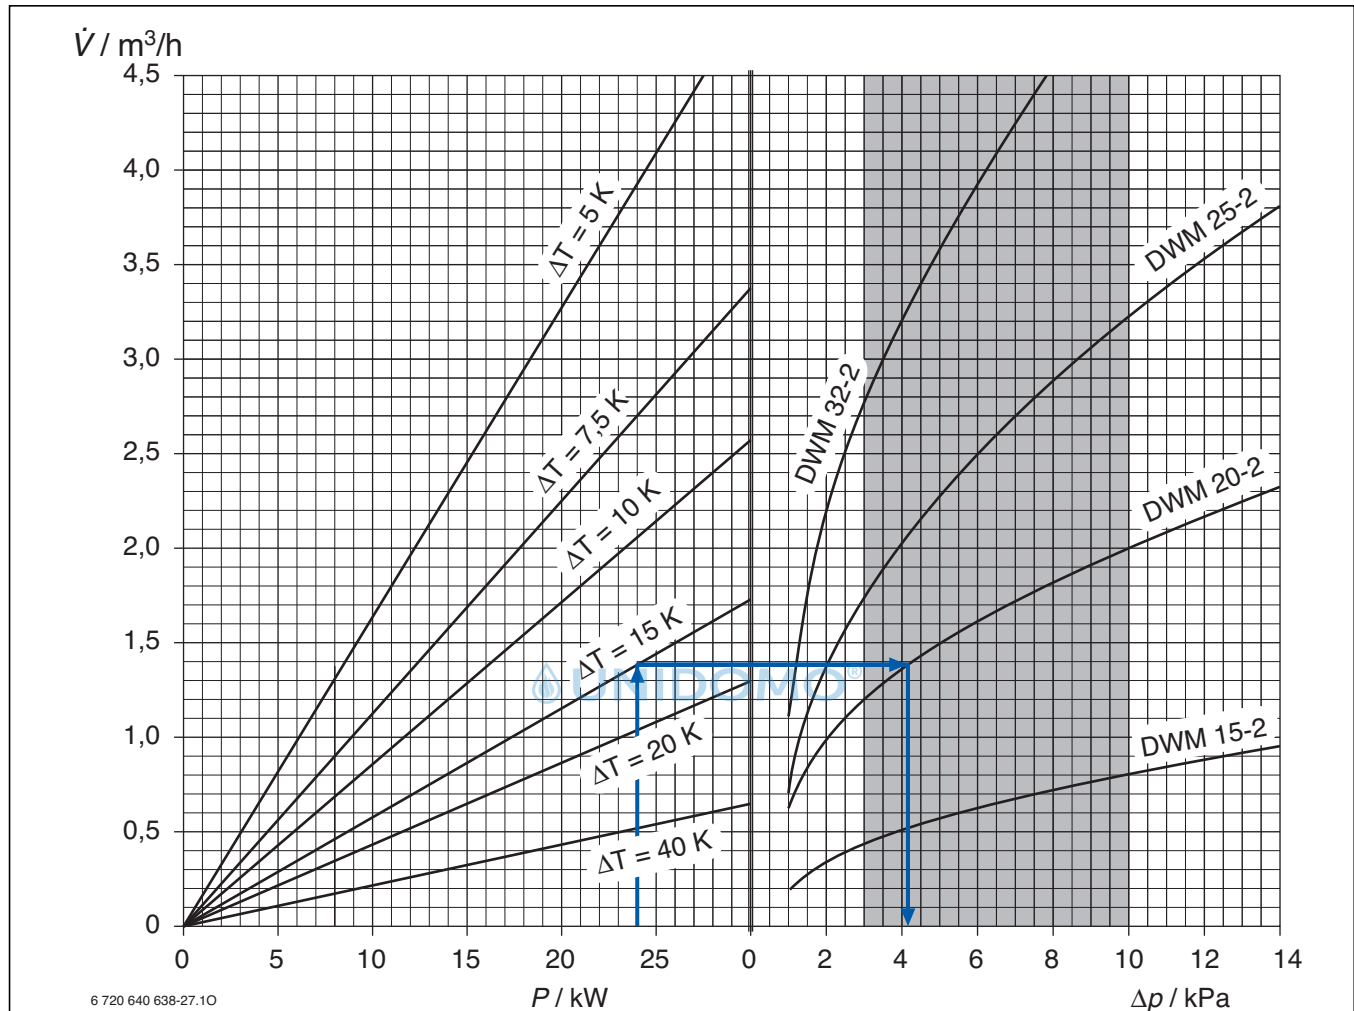

Bild 64 Auslegungsdiagramm für 3-Wege-Mischer
Um eine gute Reglercharakteristik zu erreichen, muss der Druckverlust im Mischer etwa gleich dem Druckverlust des sog. „mengenvariablen“ Teils des Rohrnetzes sein, also ebenfalls ca. 3,0 ... 10,0 kPa. Dieser Zusammenhang liegt dem Auslegungsdiagramm (Bild 64) zugrunde.
- In der linken Hälfte von Bild 64 den Schnittpunkt von der Leistungslinie und der Temperaturdifferenzlinie suchen.
- In der linken Hälfte von Bild 64 den Schnittpunkt der Leistungslinie und der Temperaturdifferenzlinie suchen. Dieser liegt bei einem Volumenstrom von ca. $1,38 \text{ m}^3/\text{h}$.